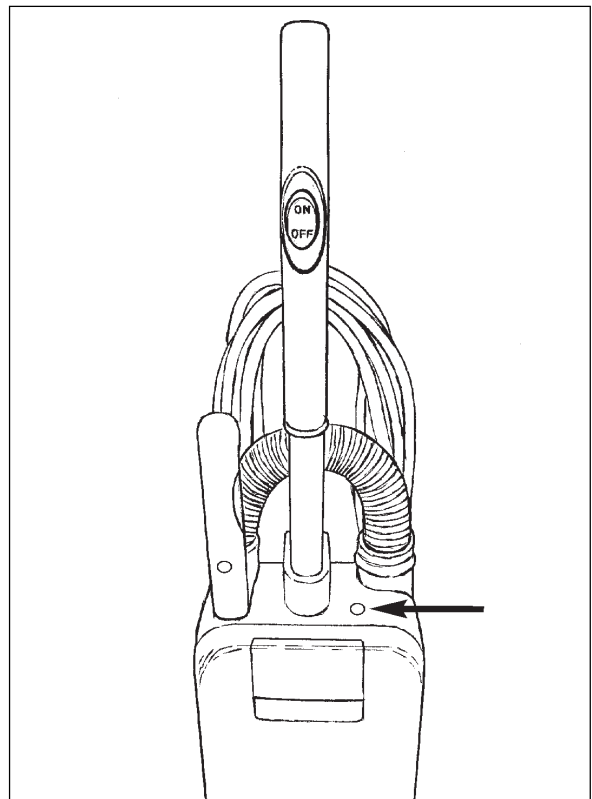

Figura 24
Si se enciende la luz indicadora de aspiración (1) (consulte la figura 24) o si se detiene el motor, siga el siguiente procedimiento:
1. Coloque el interruptor ON/OFF (encendido/ apagado) en la posición "O" (2).